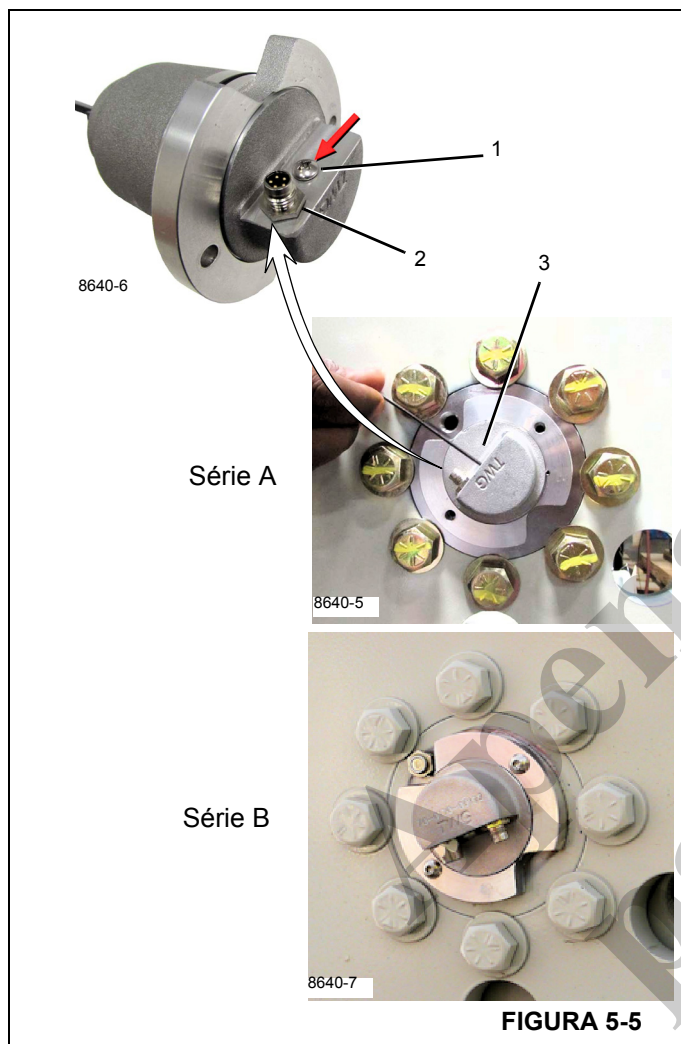

FIGURA 5-5
2. Remova a alimentação do MWI desconectando o cabo do DRI (2, Figura 5-5).
3. Remova o parafuso da tampa selada do botão de programação do HMS (Sistema de monitoramento do guincho) (1, Figura 5-5) no DRI.
4. Pressione e segure suavemente o botão de programação (3, Figura 5-5) e ligue novamente a alimentação do MWI reconectando o cabo do DRI.
NOTA: Manter o botão pressionado por mais de 15 segundos coloca o HMS no Modo de transporte para as unidades da Série A. (Consulte a Figura 5-5.) Consulte Modo de transporte para obter mais informações.
NOTA: Se o parafuso de programação (1, Figura 5-5) não for substituído, a operação do MWI pode ser afetada.
3. Remova o parafuso da tampa do botão de programação (1, Figura 5-5).